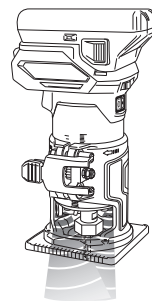

Fig. 31
4. Messages d'alerte par témoin DEL (Fig. 31)